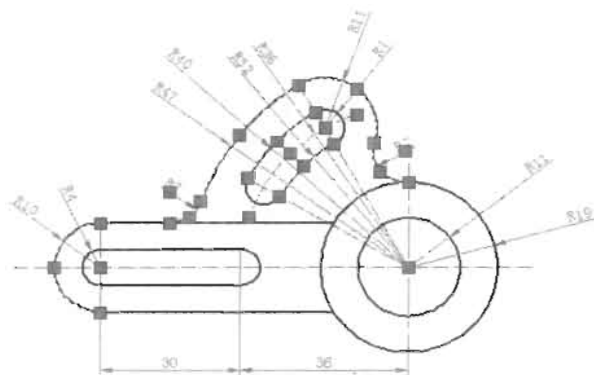

图 5-115
(6) 最后单击“应用”按钮，然后在视图中框选所有对象，按下 Enter 键后即可选中半径大于 5 的所有圆弧，如图 5-115 所示。